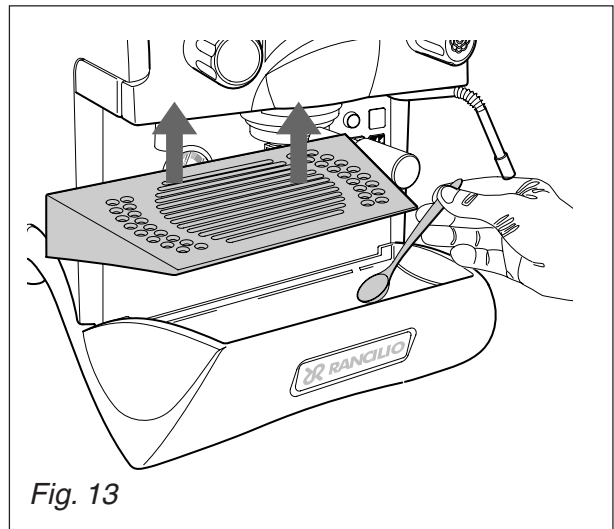

Fig. 13
- Contrôler et nettoyer aussi la cuvette d'évacuation (Fig.13) en enlevant les restes des fonds de café éventuellement présentes, à l'aide d'une petite cuillère.